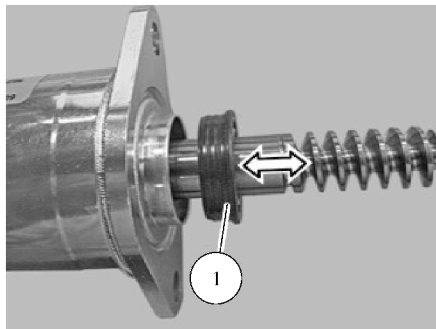

图 14-9 拔下轴封
7) 将轴封 1 沿箭头方向拔下，然后更换，如图 14-9 所示。